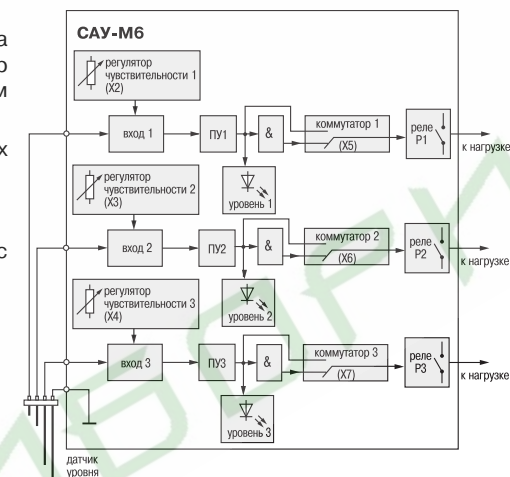

Рис. 1
3.1.1. Функциональная схема прибора САУ-М6 представлена на рис. 1. Прибор состоит из трех одинаковых по выполняемым функциям каналов контроля уровня.
3.1.4. В состав каждого канала прибора входит ступенчатый коммутатор **X2 (X3, X4)**, см. рис.1, являющийся регулятором чувствительности канала контроля уровня к электропроводящим свойствам жидкостей, что позволяет работать с различными жидкими средами.
Для расширения функциональных возможностей прибора режим работы реле в любом из каналов может быть изменен пользователем при помощи коммутаторов **X5 (X6, X7)**, см. рис. 1. При соприкосновении электрода датчика с жидкостью выходное реле в зависимости от положения его коммутатора может переводиться в состояние «включено» или, наоборот, в состояние «выключено».